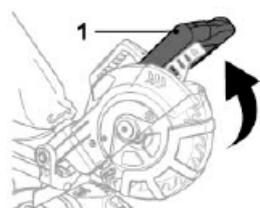

Fig. 47
- > Levez la poignée [1] au maximum (Fig. 47).